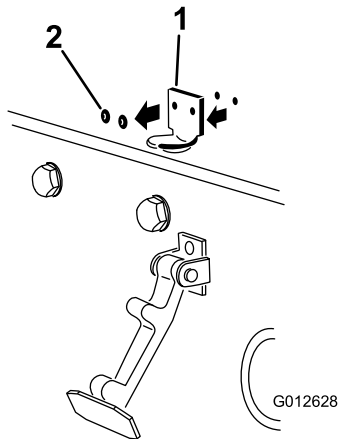

Bild 30
2. Entfernen Sie die Nieten (2), mit denen die Halterung des Motorhaubenriegels an der Motorhaube befestigt ist (Bild 30). Nehmen Sie die Halterung des Motorhaubenriegels von der Motorhaube ab.